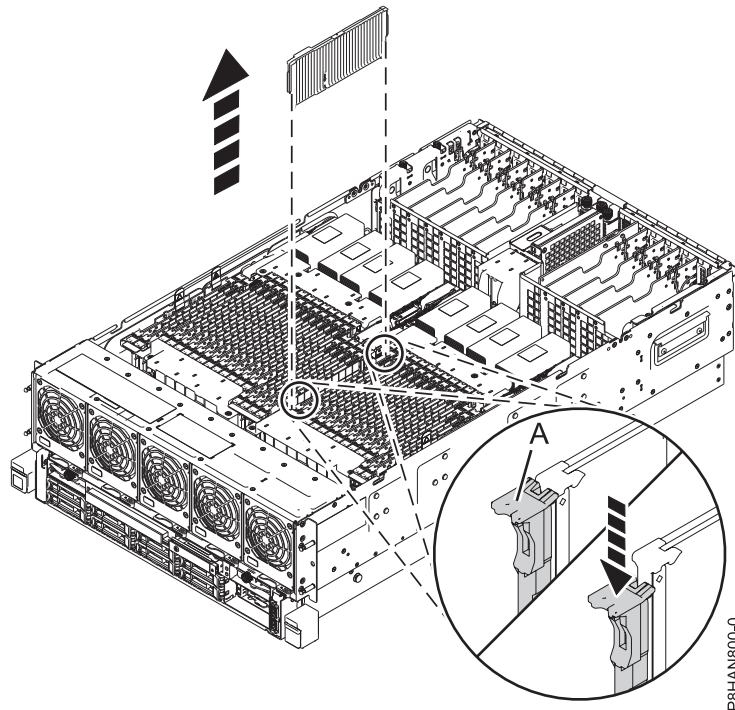

Figura 5. Extracció del panell de reblliment d'una memòria de la ranura de la memòria en un sistema 8408-44E o 8408-E8E
- Per desbloquejar el panell de rebliment de la memòria del seu connector a la ranura, empenyeu les pestanyes de bloqueig (A) en la direcció que es mostra a Figura 5 a la pàgina 8. La acció de palanca de les pestanyes fa que el panell de rebliment de la memòria surti del connector.